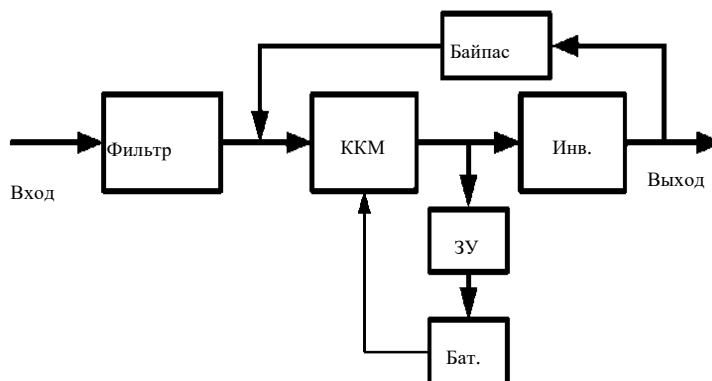

Рисунок 4.5 – Режим самотестирования
4.7.1 Если пользователи хотят работать с ИБП без нагрузки, можно установить для ИБП режим самотестирования (рисунок 4.5). В этом режиме ток протекает через выпрямитель, инвертор и обратно на вход через байпас. В ИБП со 100 % нагрузкой требуется всего 5 % потерь.